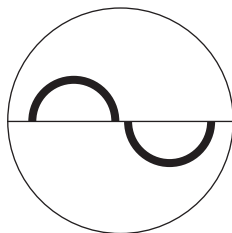

Рисунок 1: Изображения полуколец в центре поля зрения.
- Используйте джойстик управления щелевой лампы для внесения каких-либо необходимых корректировок для получения плоской поверхности, наблюдаемой в виде двух полукруглых поверхностей одинакового размера в центре поля зрения. (Рис. 1). Небольшие регулировки вниз, выполняемые при помощи джойстика, не будут оказывать влияния на размер полукруглых изображений.